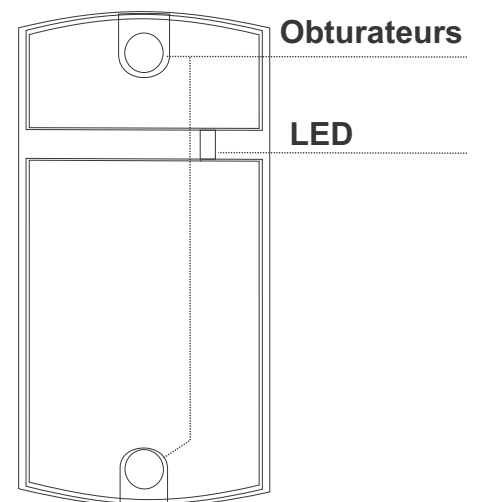

Fig. 3
- Refermer les orifices du lecteur à l'aide des obturateurs fournis (Fig. 3).